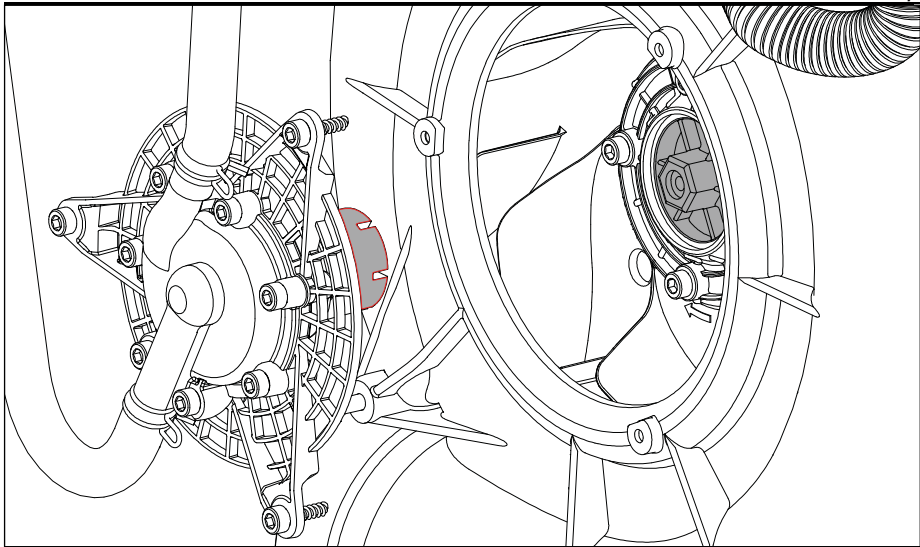

Figura 4 Innesto pompa nella ventola
- Montare la pompa innestando le fessure presenti nel rotore della pompa sulle nervature del mozzo della ventola (come mostrato da **G** nella Figura 4).